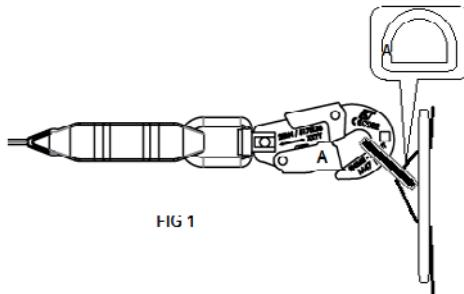

FIG 1
5. Linen forbindes med sikkerhedsselens D-ring på ryggen ved hjælp af et permanent automatisk forbindelsesled (M47) i overensstemmelse med EN 362:2004 (fig.1). Det er forbudt at bruge en forlængelse mellem sikkerhedsselens D-ring og blocfor. blocfor™ 1.8 kan forbindes til forankringspunktet på forsiden og bagsiden af selen.